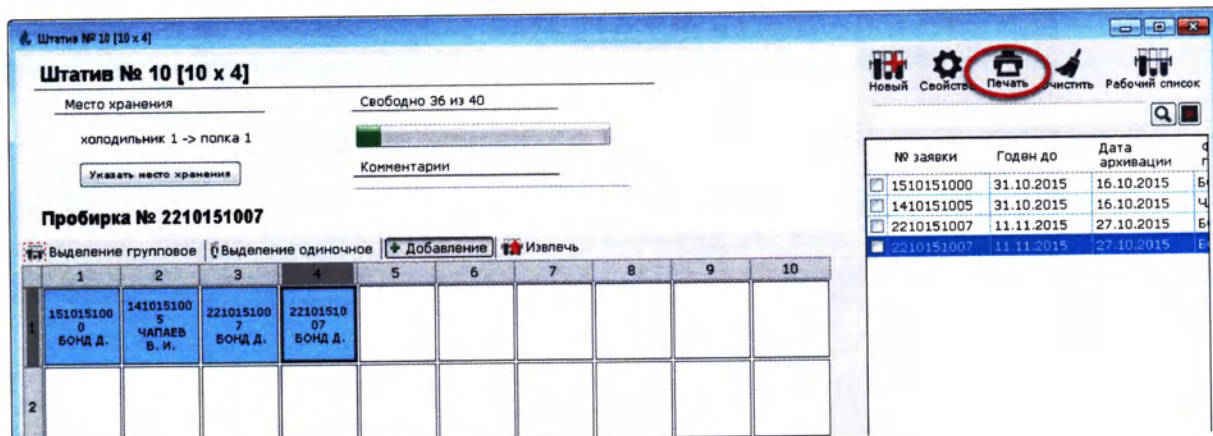

Рисунок 13.47
2. Нажмите кнопку «Печать» (Рисунок 13.47):